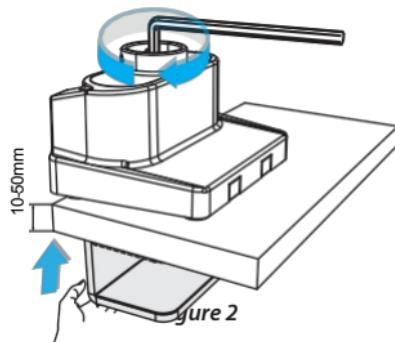

Figure 2
2. Faites glisser la **pince de bureau** sur le **bureau**. Utilisez la **clé hexagonale de 6 mm** pour ajuster la **vis hexagonale** et fixer la **pince de bureau** en place. (Figure 2)